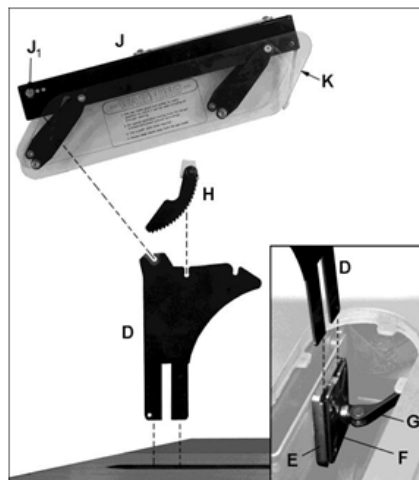

Рис. 12
4. Вставьте зубцы расклинивающего ножа (D) в зазор между фиксированной пластиной (E, рис. 12) и зажимной пластиной (F), надавите на расклинивающий нож вниз, до упора.